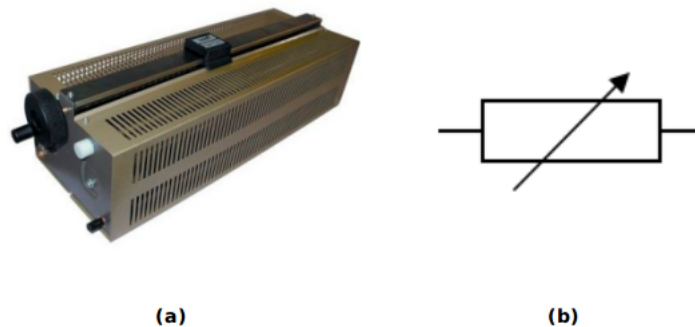

Figura 26: (a)Exemplo do componente físico "Reostato". (b) Exemplo da simbologia do componente "Reostato".
- Reostato - utilizado para variar o fluxo de corrente elétrica em um circuito, esse componente possui uma resistência variável, conforme a Figura 26;